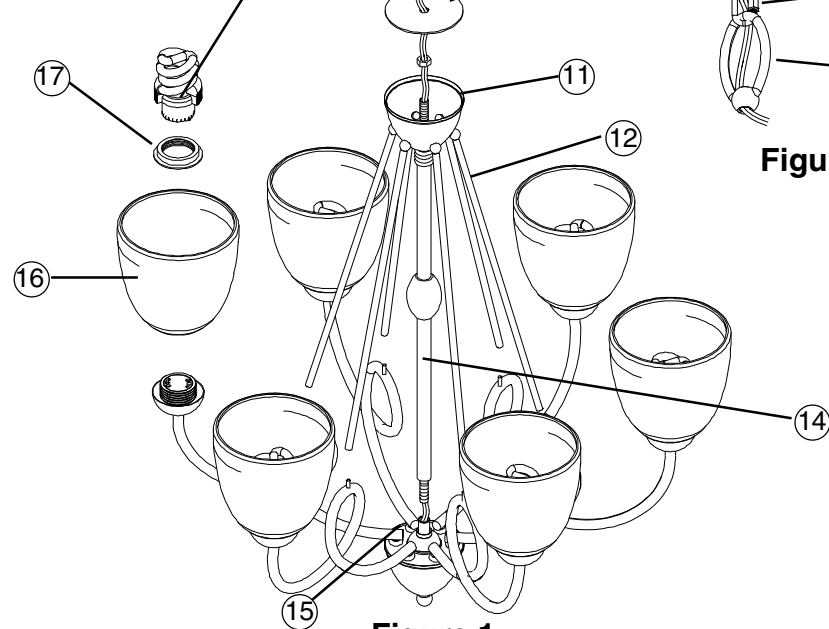

Figure 1
8. **Agarre el ensamblaje del luminario por la Cadena,** suelte la Tuerca del Espaciador de Sobrecielo totalmente y deslice el Espaciador hacia abajo. Haga que una persona ayude a sostener el luminario mientras este montando la Barra Transversal (1) a la caja de ensambladura con dos Tornillos de 1-1/2" (2). **Vea Fig. 1.**